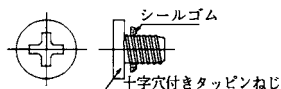

図69 十字穴付き
- (2) 十字穴付きタッピンねじ(図69)にシールゴムが付いていることを確認する。
(2)切管する所定位置全周にケガキを入れる。挿し口加工の寸法を図69に示す。